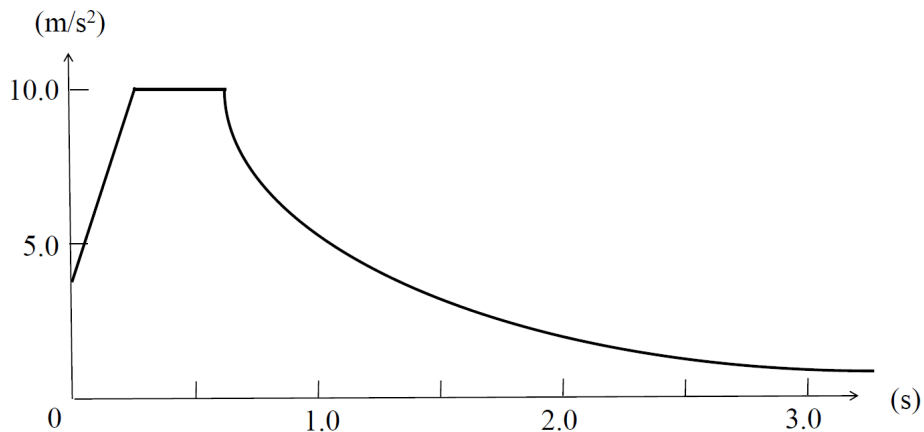

図 4-1
(1) 減衰5%の弾性設計用加速度応答スペクトルが図4-1で示される場合、横軸と縦軸は、それぞれどのような物理量を示しているか答えなさい。
(2) 重量 $5 \times 10^4 \text{ N}$ 、弾性バネ定数 $2 \times 10^5 \text{ N/m}$ の1自由度系の構造物の1次固有周期を求め、図4-1の弾性設計用加速度応答スペクトルを参照して応答加速度と地震力を求めなさい。以下の式を用いて良い。なお、小数点第一位まで記載すること。
(3) 図4-1は工学的基盤における弾性設計用加速度応答スペクトルである。工学的基盤よりも有意に柔らかい地盤を考えた場合、地表面における弾性設計用加速度応答はどのような点線の形状を示すか、図4-2から選びなさい。また、その根拠を記しなさい。
(4) 図4-1の弾性設計用加速度応答スペクトルに従う入力地震動波形を作成する場合、パルス的な波形や、長時間継続する波形を作成するには、それぞれどのような工夫が必要となるか答えなさい。